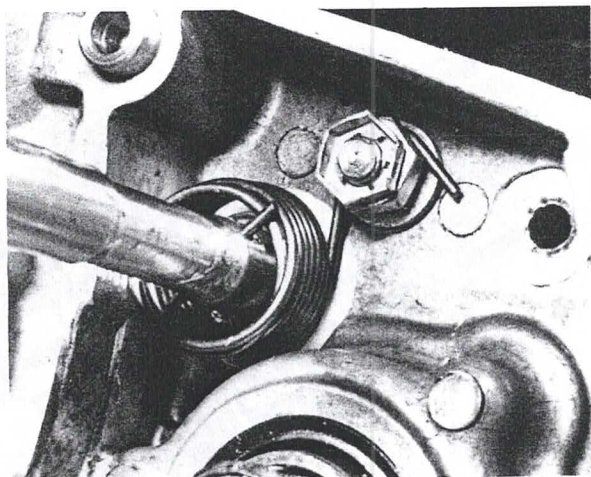

Bild 63
- Falls es nicht bereits geschehen ist, die Sicherungsmutter und die Bundmutter abschrauben, mit denen die Rückholfeder des Kickstarters am Kurbelgehäuse befestigt ist (Bild 63). Auf die Lage des Bundes der Befestigungsmutter achten.